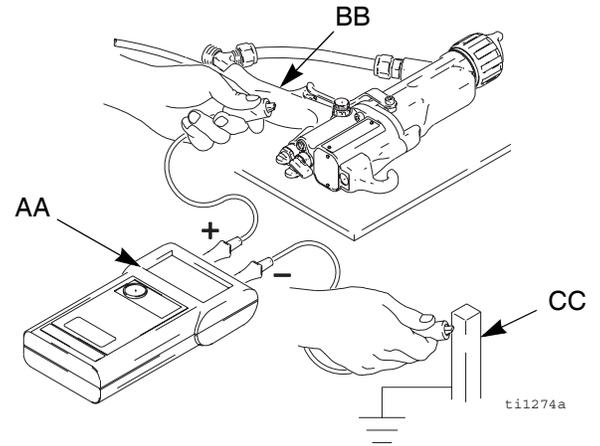

图 7. 检查喷枪的接地
<p>火灾，爆炸和电击危险。</p> <p>部件号 241079 的兆欧表 (AA- 见图 7) 未经核准用于危险场所。为减少火花危险，不要用兆欧表来检查电气接地，除非：</p> <ul style="list-style-type: none"> • 喷枪已从危险场所卸下； • 或关闭危险场所的所有喷涂设备，危险场所的通风扇都运转着，并且场所内无易燃蒸汽（例如敞开的溶剂容器或喷涂烟雾）。 <p>不遵守该警告会造成火灾，爆炸和电击并导致严重伤害和财产损失。</p>
4. 确保接地空气软管 (R) 连接着且软管接地导线连接到真正的接地端。
5. 测量喷枪手柄 (BB) 和真正接地端 (CC) 之间的电阻。使用最小 500 伏至最大 1000 伏的外加电压。电阻不应当超过 1 兆欧。见图 7。